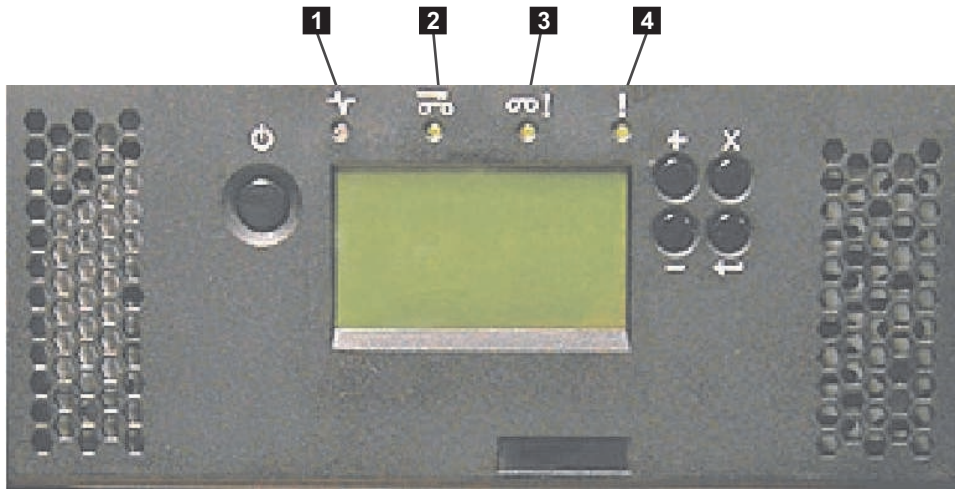

Figura 155. LED del panel frontal de la biblioteca
- 1) Tras el encendido, el LED Ready/Activity (**1** en la Figura 155 en la página 208) se enciende.
- 1) El LED de error (**4** en la Figura 155 en la página 208) se enciende.
- 1) El alojamiento de repuesto de la biblioteca se enciende con el LED Ready/Activity (**1** en la Figura 155 en la página 208) encendido.
- 1) El LED de error (**4** en la Figura 155 en la página 208) se enciende. Indica que la tarjeta controladora de la biblioteca de la biblioteca defectuosa no funciona correctamente.
- 1) El alojamiento de repuesto de la biblioteca se completa con el LED Ready/Activity (**1** en la Figura 155 en la página 208) encendido.